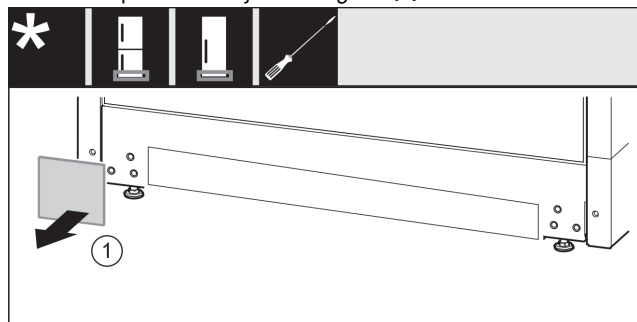

Fig. 16
- Retire la cubierta. *Fig. 16 (1)*